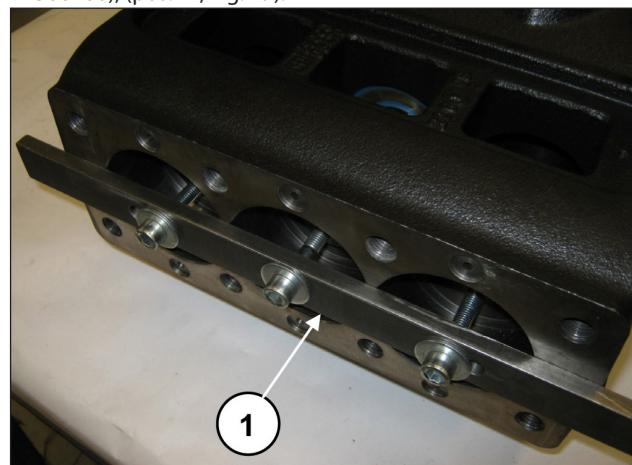

Fig. 19
Avance as semi-bielas completamente na direção da parte hidráulica para permitir o escape do eixo de manivela. Para facilitar a operação, use a ferramenta adequada (cód. 27566200), (pos. ①, Fig. 19).